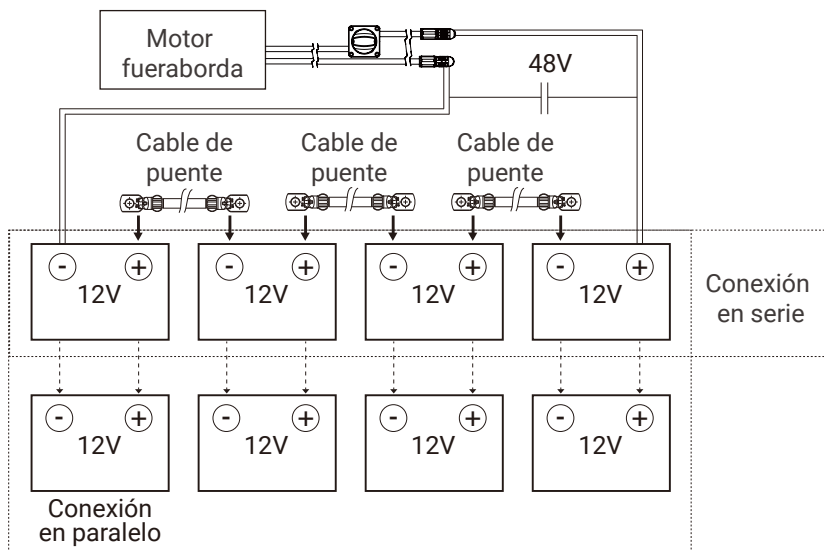

Figura 4-3
Utilice cables de puente cuando conecte cuatro baterías de 12 V en serie para formar un conjunto de baterías con un total de 48 V y suministrar energía al NAVY 6.0 Evo(2024) (figura 4-3). Asegúrese de conectar el cable del interruptor principal al terminal positivo de la batería y el otro cable al terminal negativo de la batería.
- ⚠ Nunca invierta la polaridad. Preste atención cuando conecte las baterías en serie o en paralelo. Compruebe siempre dos veces consultando la figura 4-3.